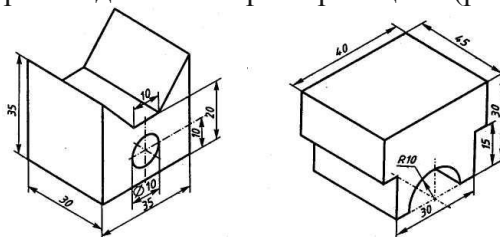

Рисунок 53
**ЗАДАНИЕ 2.** Выполнить чертежи деталей в трех проекциях (рис.53).